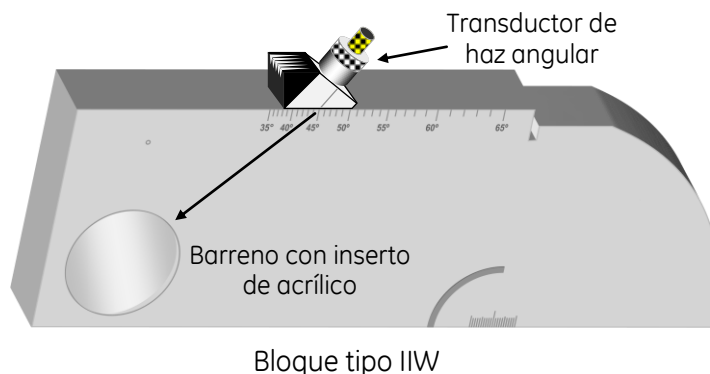

Figura No. 211: Posición del transductor sobre el bloque IIW para verificar el ángulo de refracción
- a – Bloques de tipo IIW (cualquiera de los bloques): Observe que sobre los costados del bloque existen escalas grabadas y graduadas, localice el valor del ángulo de **45°**; Aplique acoplante y coloque el transductor, como se muestra en la figura No. 211, haciendo coincidir el punto de salida del haz (punto índice) de la zapata con la marca del ángulo de **45°** localizada sobre el bloque y dirigiéndolo hacia el barreno de **2.000 in (50.80 o 50.00 mm)** de diámetro que contiene un acrílico.